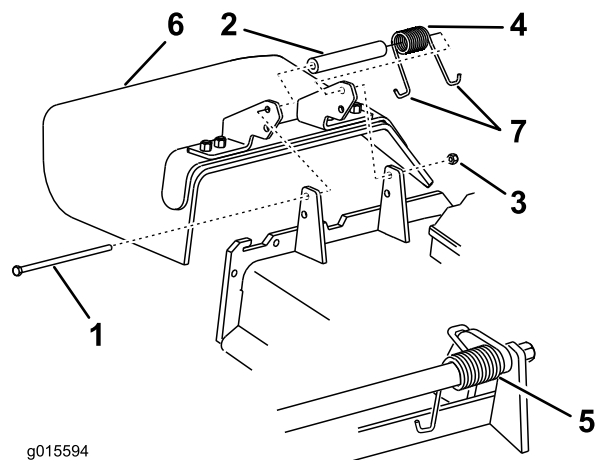

Figure 99
1. Retirez le contre-écrou, le boulon, le ressort et l'entretoise qui fixent le déflecteur aux supports de pivot (Figure 99).
Remarque: Prenez soin de placer 1 extrémité en **J** du ressort derrière le bord du tablier avant de mettre le boulon en place, comme montré à la Figure 99.
6. Accrochez l'extrémité en **J** du ressort au déflecteur d'herbe (Figure 99).